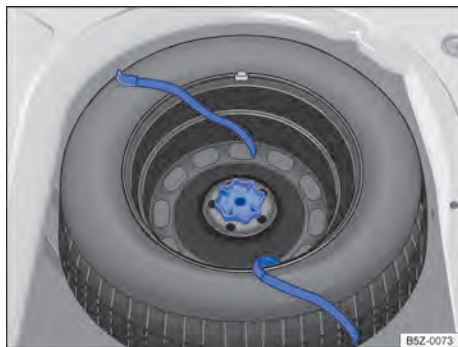

Fig. 188 No compartimento de bagagem: manípulo para fixação da roda de emergência.
- Girar totalmente o manípulo localizado no meio da roda de emergência → Fig. 188, no sentido anti-horário, e remover a roda de emergência.